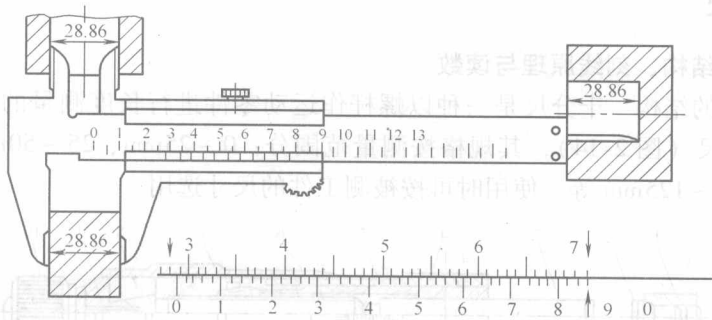

图 2-9 游标卡尺测量值的读法
(3) 读数方法（图 2-9）
3) 将尺身上读出的整数和游标上读出的小数相加，即得测量值，图 2-9 所示为  $28\text{mm} + 0.86\text{mm} = 28.86\text{mm}$ 。